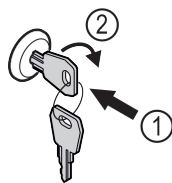

Fig. 172 Примерное изображение
- Вставьте ключ Fig. 172 (1).
- Поверните ключ на 90° по часовой стрелке Fig. 172 (2).